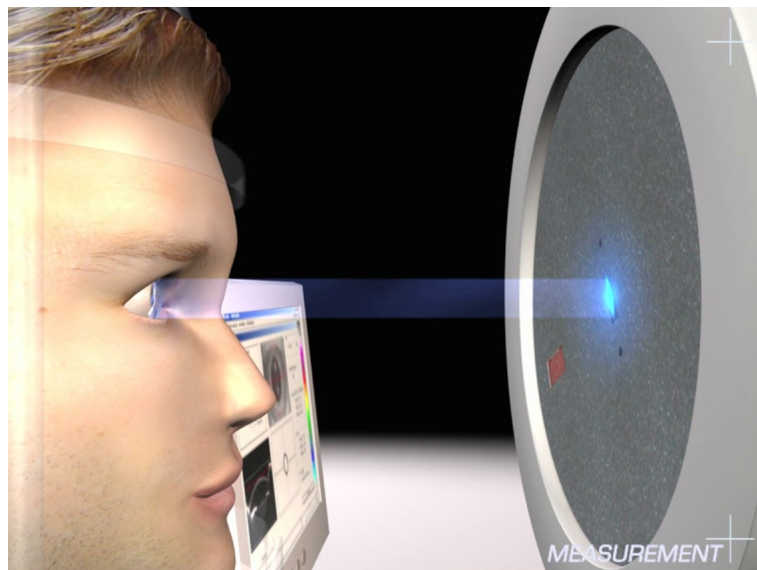

Fig.10: Spaltlicht auf der Hornhaut
8. Schauen Sie von der Seite auf das zu untersuchende Auge des Patienten und überzeugen Sie sich davon, dass das blaue Spaltlicht die Hornhaut beleuchtet → Abb. 10 (Seite 33).